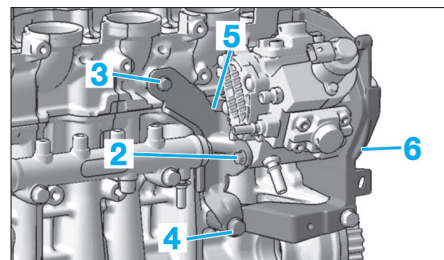

Fig. 25
- les vis de fixation (2), (3) et (4) du support arrière (5) de pompe haute pression carburant (Fig.25),